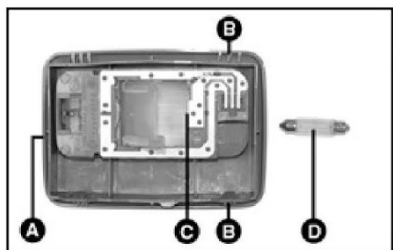

fig. 37
- com uma chave de fenda no ponto **A-fig. 37**, remover o conjunto da luz interna montada a pressão pelas travas **B-fig. 37**.
- retirar o refletor recolocando a nova lâmpada na sede **C-fig. 37** e substituir a lâmpada cilíndrica **D**.